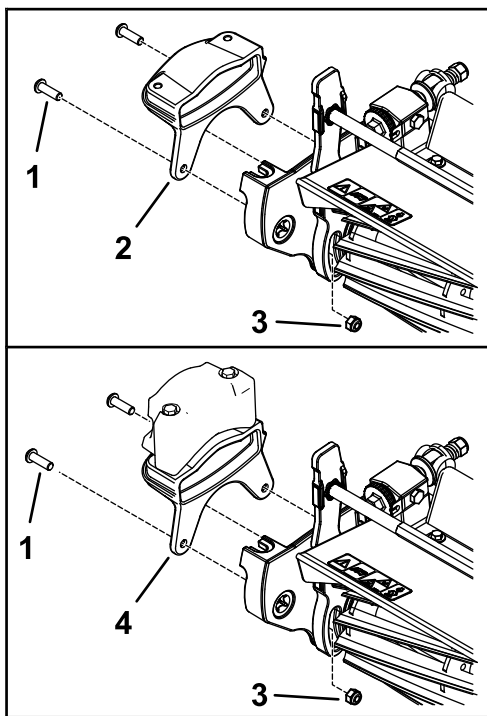

Figura 10
1. Sujete el peso nuevo al costado de la unidad de corte con 2 pernos (5/16") y 2 tuercas (5/16"), como se muestra en la Figura 10.
4. Conecte la caja de transmisión del groomer al eje del molinete (Figura 10).